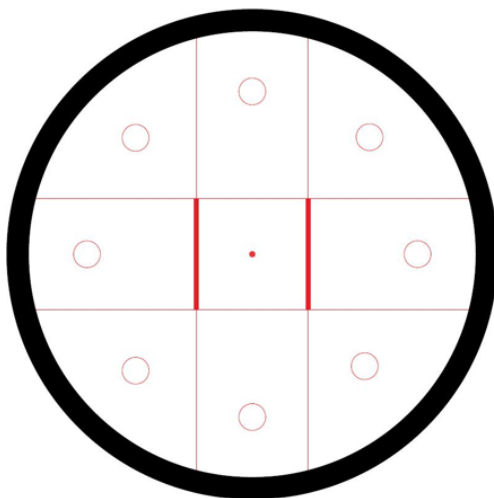

Рисунок 24- Пример трассы для МРП
1. В любом графическом редакторе нарисуйте извилистую траекторию, по которой будет ездить робот, либо распечатайте готовую из файла `trajectory.pdf` (рисунок 24).